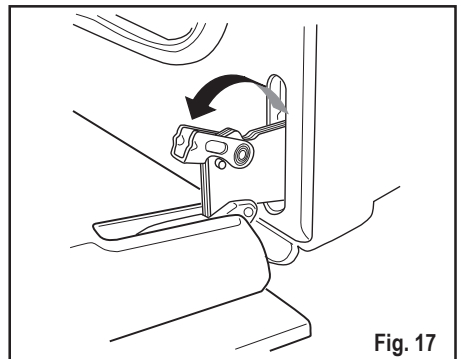

Fig. 17
- 3) Soulevez et tournez le levier situé sur les deux charnières (Fig. 17).